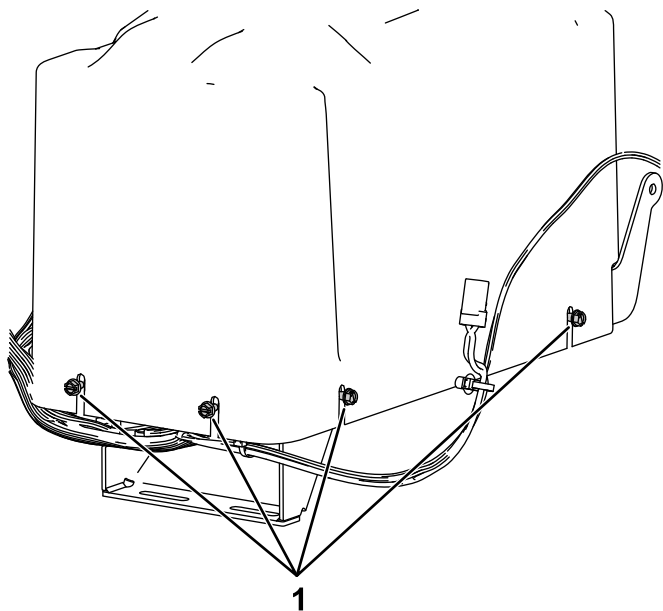

Figure 7
2. Desserrez les 8 vis de fixation du couvercle de la batterie et déposez le couvercle (Figure 7).